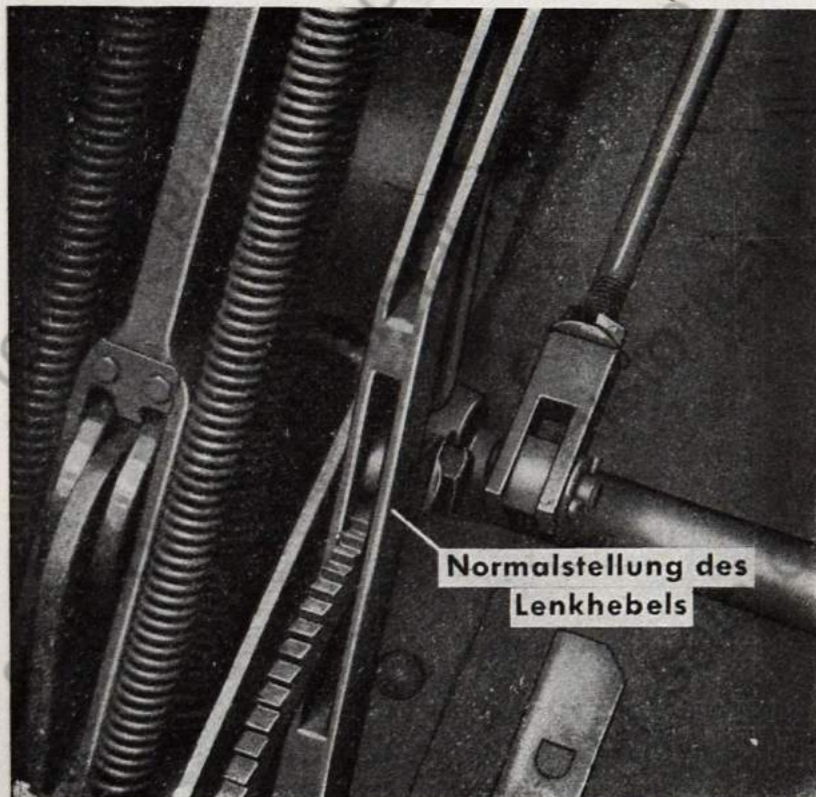

Bild 9
11. Lenkhebel in „Normalstellung“ (Bild 9) legen.